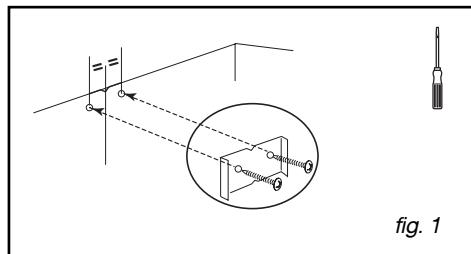

fig. 1
- Coloque o suporte metálico da chaminé na parede, encoste-o ao tecto e fixe-o com os dois parafusos (fig. 1).
- Retire a válvula de retenção (fig. 1).